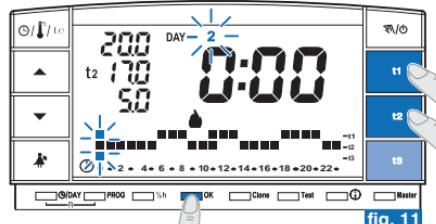

fig. 11
- Terminada la programación de las temperaturas del día **Lunes**, volver a programar en caso de error, (*utilizar las teclas ▲▼ para desplazarse rápidamente la hora que se va a programar en la escala de 24 h: la hora respectiva aparecerá en la pantalla*) o presionar la tecla **OK** para confirmar el programa configurado. Confirmando con **OK** grabará en la memoria el programa configurado (para el Lunes) y en la pantalla aparecerá parpadeante el día **Martes** (2) así como los segmentos de la hora **0:00** de la escala térmica programada para el día anterior (fig. 11).
- Si se desea la misma escala térmica del Lunes, presionar la tecla **OK** (ej. fig. 11): se activará la misma escala para el **Martes** y parpadeará el día **3 Miércoles** y los segmentos de la hora **0:00**.